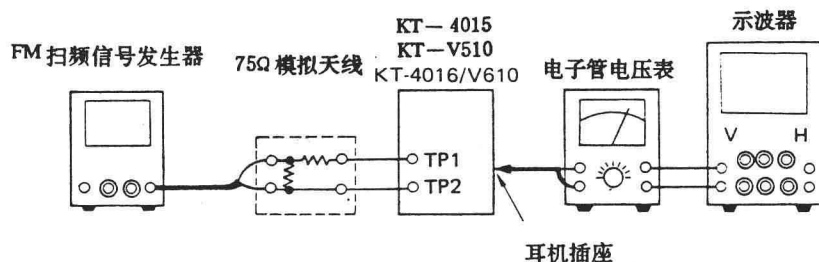

图1-15
(1) 接通信号发生器和电子管电压表电源, 让仪器预热 15 分钟。用 75Ω 模拟天线把信号发生器输出端与接收机 FM 天线连接起来, 见图 1-15 所示, 把电子管电压表接在耳机插座端, 把接收机音量调节调在中间位置。